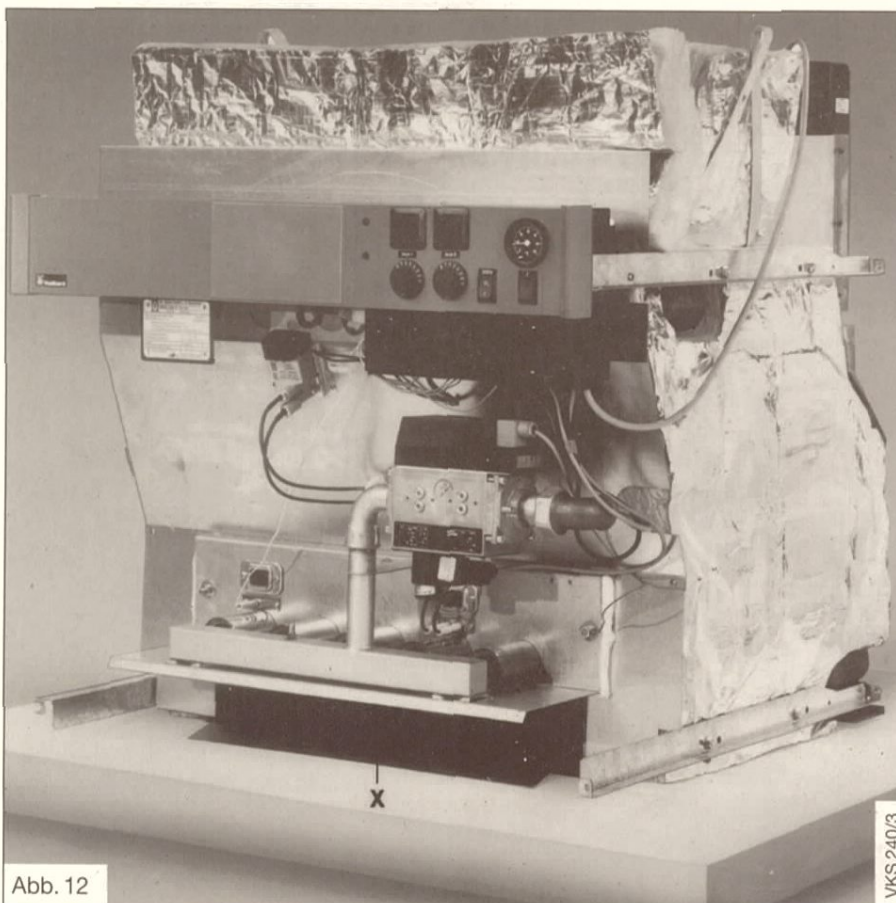

Abb. 12
Abb. 12 zeigt den Anlieferungszustand des Kessels VK 60/3-2 EU bis VK 84/3-2 EU (fest).
- Das Bodenblech (x, Abb. 12, Seite 11) bis zum Anschlag einschieben.